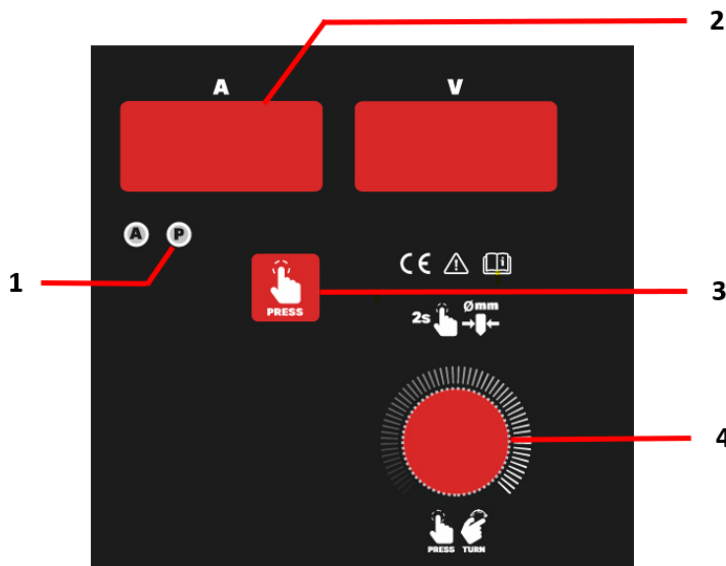

Fig. 8 – Memorias de soldadura
- ajustar los parámetros y pulsar tecla (Fig.8 – 3) hasta el LED P (Fig.8 – 1) encender. Después pulsar el botón de selección/ajuste de parámetros durante 2 segundos hasta la pantalla digital muestre P1. Siguiendo, girar el botón de selección/ajuste de parámetros (Fig.8 – 4) para el número de memoria deseado. Por último, pulsar el botón de selección/ajuste de parámetros hasta que la pantalla digital muestre MEM.
- Pulsar tecla (Fig.8 – 3) hasta el LED P (Fig.8 – 1) encender. Seguidamente, girar el botón de selección/ajuste de parámetros (Fig.8 – 4) para el número de memoria deseado. Espere 2 segundos y su memoria está disponible.